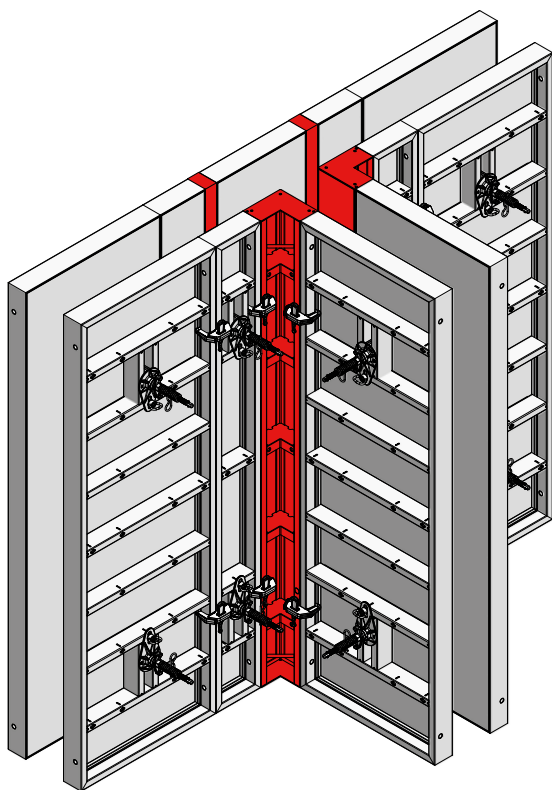

Abb. 56.1
Ein T-Wandanschluss kann mit zwei ST-Innenecken (IE) hergestellt werden (Abb. 56.1).
Je nach Wandstärke werden dem Inneneck gegenüber an der langen Wandseite Passhölzer in entsprechender Stärke eingesetzt (Abb. 56.1, 56.2 und Tab. 56.3).
Am Inneneck anschließend sind StarTec XT-Elemente der Breite 30 cm einzuplanen (Abb. 56.1 und 56.2).